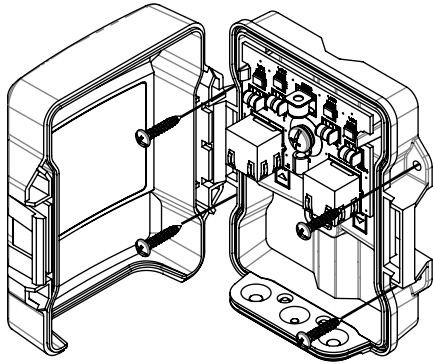

Figura 1 - Instalación en la pared
2. Abra la tapa de la unidad para acceder a los orificios de montaje en la pared (véase la figura 1).